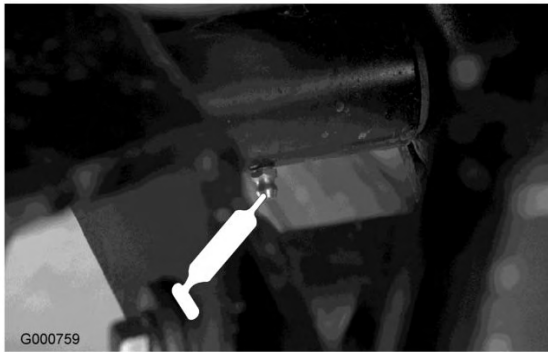

図 46
- ・ 前昇降シリンダ (3ヶ所) (図 45 と 図 46)